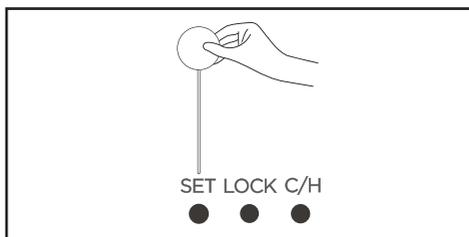

Figura 3.16
1. Pressione SET ● para configurar os parâmetros do controle remoto (consulte a Figura 3.16) (para detalhes, consulte os métodos de configuração de parâmetros nos Ajustes de campo).